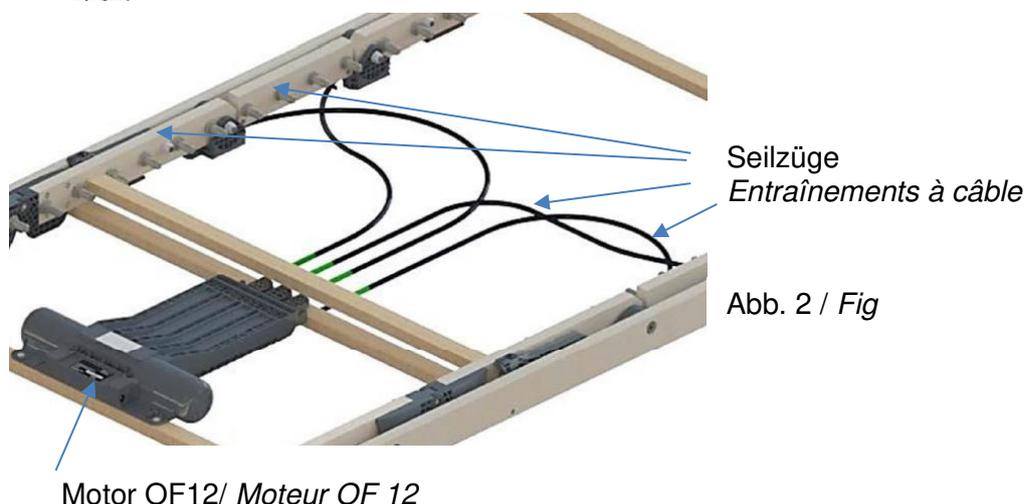

Abb. 2 / Fig
- Die 4 Seilzüge können mit einer Kneifzange / Seitenschneider am Motor abgezwickelt oder aus den Halterungen am Außenholm ausgehängt werden (siehe Punkt 2 der Notabsenkung) (Abb.2). / *Les 4 entraînements à câble peuvent être détachés du moteur à l'aide d'une pince plate/coupante ou décrochés des supports du longeron extérieur (voir point 2 de l'abaissement de secours) (fig.2).*